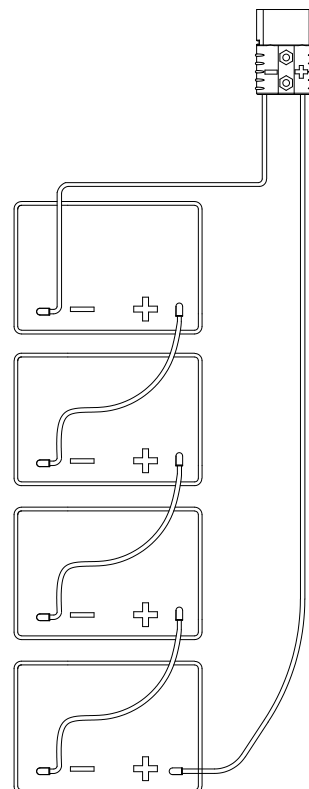

Рис. 6
Для работы машины требуется четыре батареи 6 В, подключенных и установленных в положениях, показанных на рис. 6.
4. Направьте и установите кабели батарей, как показано на (рис. 6), затем аккуратно затяните гайку на каждом полюсном наконечнике батареи.